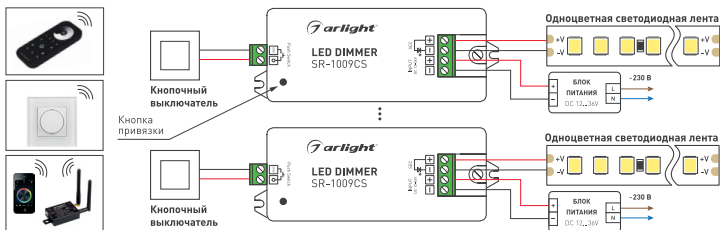

Рис. 1. Схема подключения.
- 3.3. Подключите светодиодную ленту или другой светодиодный источник света к выходу диммера SEC, как показано на Рис. 1. Соблюдайте полярность подключения.